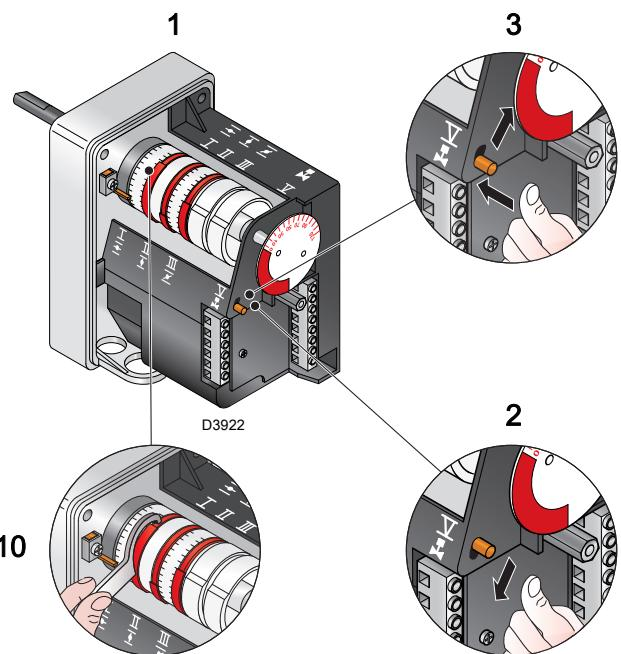

图 32
- 对于凸轮 III 的任何必要调整，特别是对于小的调整，可使用用磁吸方式固定在伺服马达下方的特殊钥匙 10) (图 32)。
图例 (图 32)